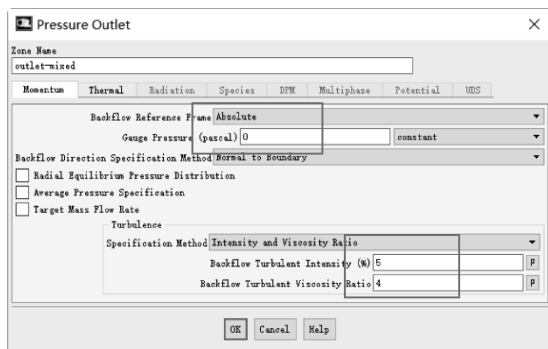

图 11-127 设置混合出口边界
(3) 单击【Zone】→【out-mixed】→【Type】→【pressure-outlet】→【Edit...】，从弹出的对话框中依次设置【Gauge Pressure (pascal)】= 0，【Turbulent Viscosity Ratio】= 4，其他默认，单击【OK】关闭窗口，如图 11-127 所示。